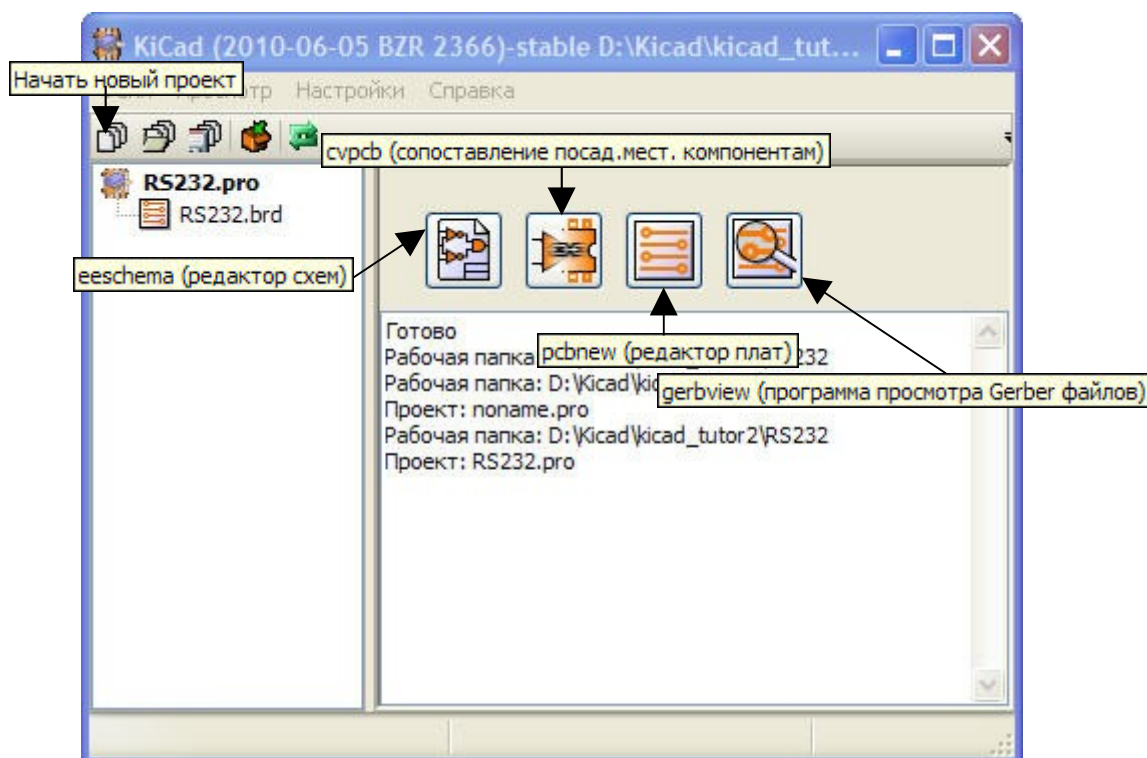

Рисунок 1 Создание нового проекта
- Сохраните проект кнопкой **Сохранить**. В папке появится файл RS232.pro, содержащий установки для вашего проекта (рисунок 1).